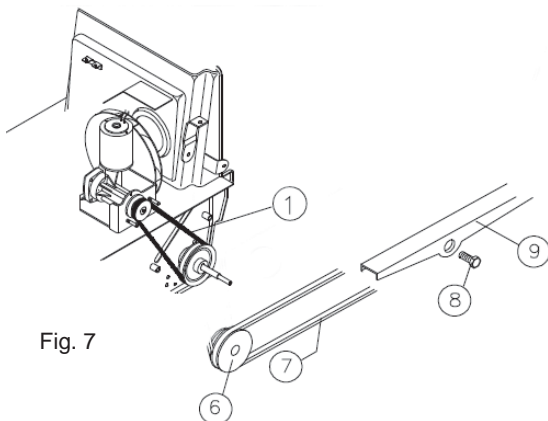

Fig. 7
- Retire a correia, pos. 7 Fig. 7, da roldana, pos. 6 Fig. 7.
- Desaperte o perno de fixação, pos. 8 Fig. 7, e faça sair os ganchos do braço lateral, pos. 9 Fig. 7 do anel dentado louco.
- Retire a correia, pos. 7, do braço lateral, pos. 9 Fig. 7.
- Encaixe de novo o braço lateral, pos. 9 Fig. 7 no anel dentado louco.
- Aperte novamente o perno, pos. 8 Fig. 7.
- Insira a correia, pos. 7 Fig. 7, na roldana, pos. 6 Fig. 7.
- Retire a correia, pos. 1 Fig. 7.